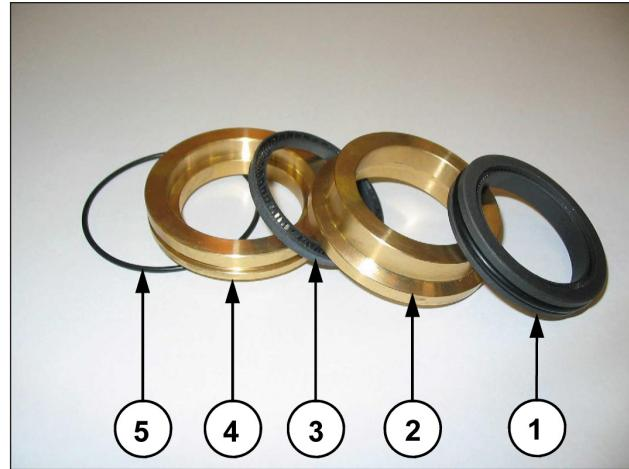

Рис. 22
**Соблюдайте изображенный на Рис. 22 порядок демонтажа комплекта уплотнений, в который входит:**